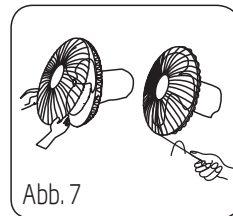

Abb. 7
3. Befestigen Sie das vordere und das hintere Schutzgitter unter Verwendung des Clips und ziehen Sie die Sicherungsschraube und die Mutter fest. (Abb. 7)